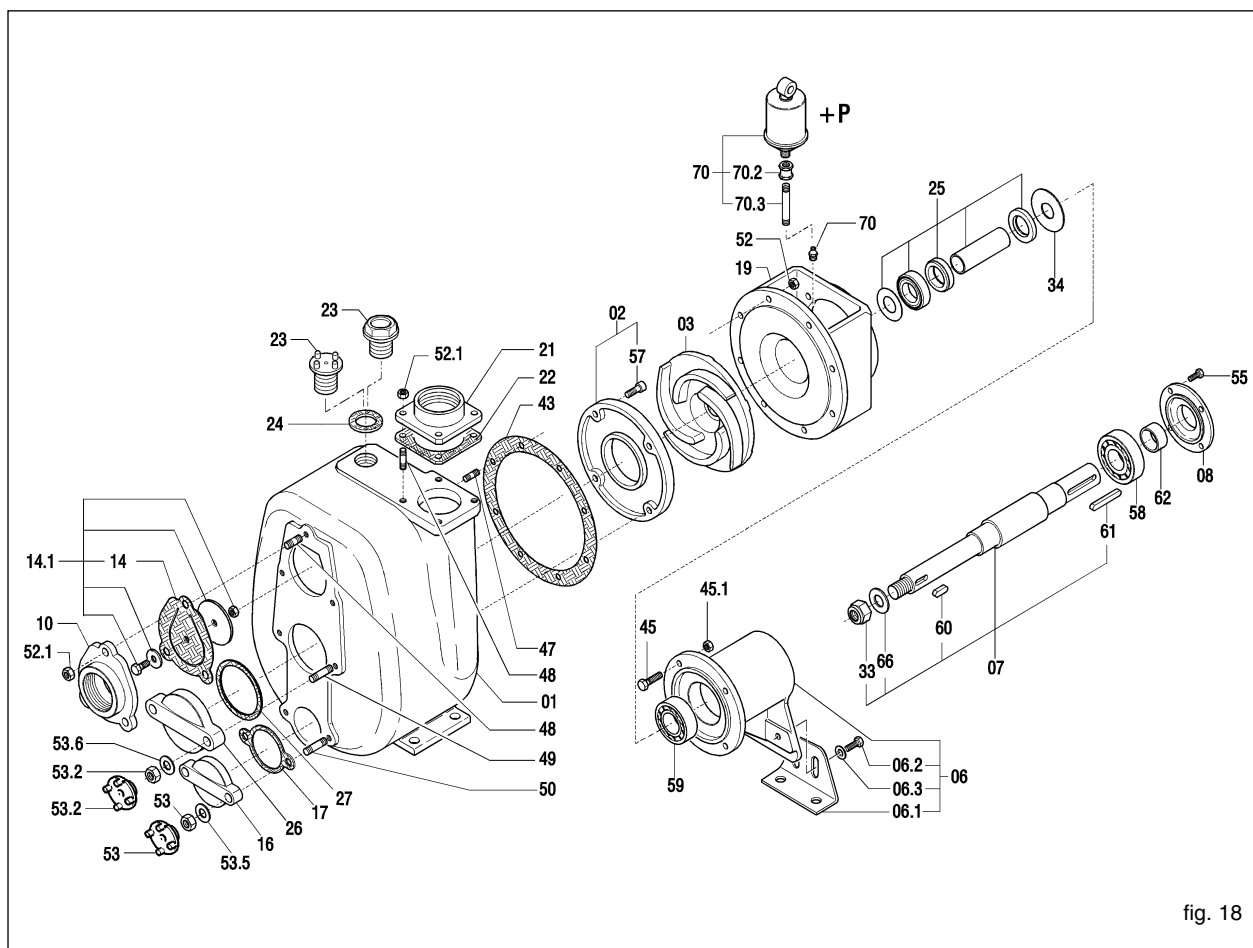

fig. 18
12.2 Sostituzione della girante (fig. 18)
- Svitare i dadi (52) e rimuovere il corpo pompa, cercando di non danneggiare la guarnizione (43).
- Bloccare la girante (03) e svitare il dado autobloccante (33).
- Sostituire eventualmente la guarnizione (43).
12.3 Sostituzione del piatto d'usura (fig. 18)
- Svitare i dadi (52) e rimuovere il corpo pompa cercando di non danneggiare la guarnizione (43).
- Svitare le viti a testa con esagono incassato (57).
- Rimuovere e sostituire il piatto d'usura (02).
12.4 Sostituzione della valvola (fig. 18)
12.7 Manutenzione dei cuscinetti (fig. 18)